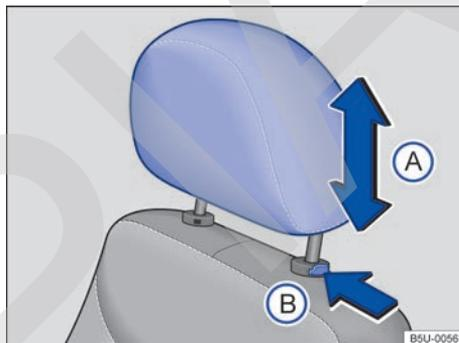

Fig. 42 Desmontar el apoyacabezas delantero.
- Presionar la tecla → fig. 42 en el sentido de la flecha. Retirar el apoyacabezas con la tecla presionada.